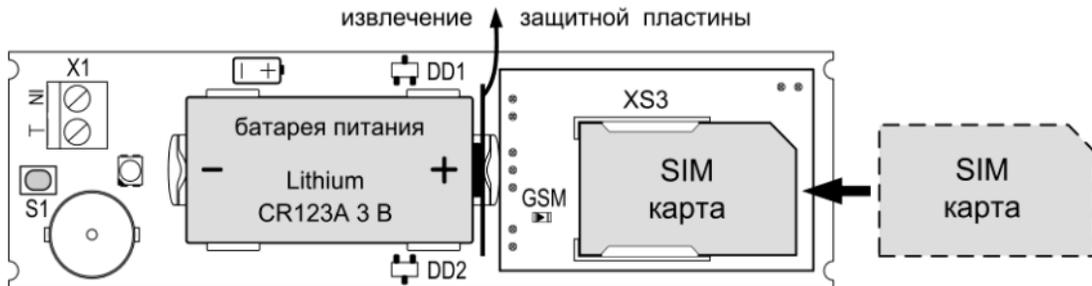

Рис.7 Установка SIM карты, извлечение защитной пластины
2. Убедитесь, что SIM карта установлена в соответствии с рис.7, либо установите SIM карту в держатель на плате GSM-модуля: контактами к держателю, срезом – как показано на рис.7.
3. Включите питание сигнализатора – извлеките защитную пластину из контактов батареи питания (см. рис.7) или установите батарею питания, соблюдая полярность (если она была извлечена). После включения питания световой индикатор сигнализатора засветится красным. Светодиод «GSM» будет светиться в течение 3-х секунд и начнёт часто мигать – производится поиск сети и регистрация в сети GSM.
1. Переведите сигнализатор в режим «Снят с охраны», откройте крышку, убедитесь, что SIM карта установлена в соответствии с рис.7.